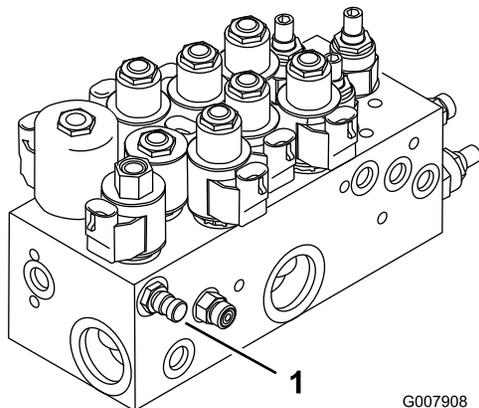
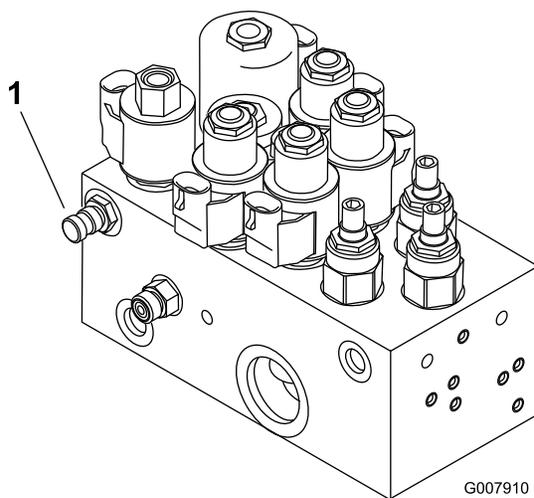

Figura 76
Figura 77
1. El punto de prueba A (Figura 76 y Figura 77) se utiliza para localizar problemas en el circuito hidráulico de los cilindros de elevación.